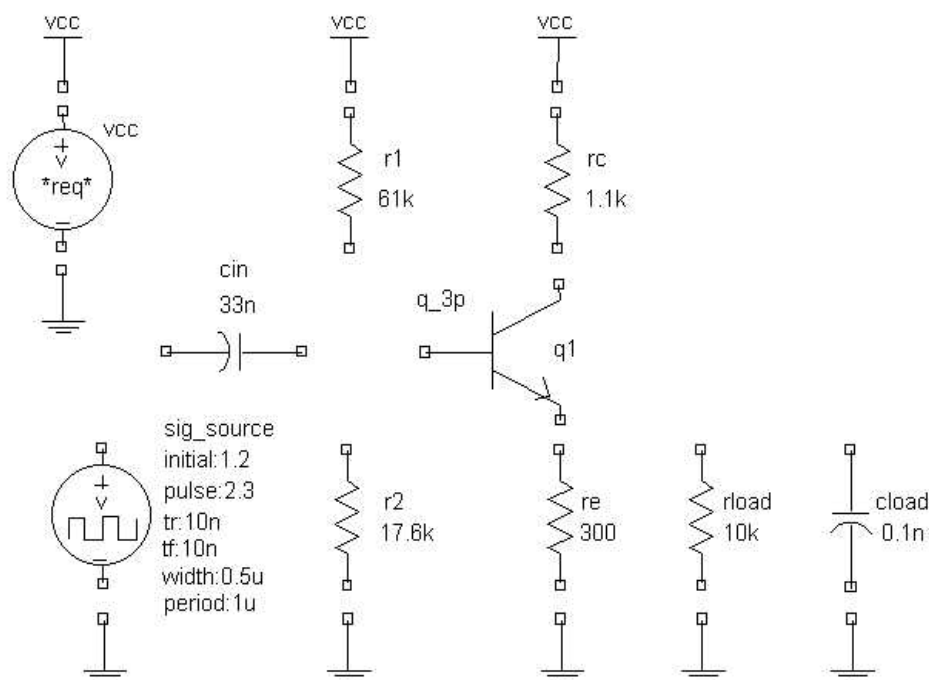

图 4 单级晶体管放大器符号属性值
一旦所有部件均在原理图上布局，你可在每个符号上设定本设计专用的属性值。图 4 表示了要用的一些参数。
- 5) 例如，将光标放在图 4 中所示 **rload** 字段的端部，并用 **10k** 替换 ***opt***。
- 2) 如表一所示填充 **Property Editor** 对话框中的字段。表格中的符号参数值对应于图 4 所示的参考值。在改变参考值以前，它们已具有 **ref** 值如 **v1,res1,c1** 等。如果在 **Property Editor** 中出现的参数在表中未列出，请不要改变它的内定值。